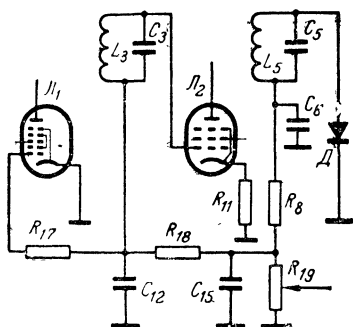

Рис. 21. Схема системы АРУ (диод детекторного каскада показан как детектор).
**Система АРУ** (рис. 21) связана с детектором. Напомним принцип действия ее. Управляющая сетка геттода лампы  $\Lambda_1$  соединена (по постоянному току) со своим катодом через резисторы  $R_{17}$ ,  $R_{18}$  и цепь детектора ( $R_8$ ,  $L_5$  и левый триод лампы  $\Lambda_3$ , включенный диодом), а управляющая сетка лампы  $\Lambda_2$  со своим катодом — через катушку  $L_3$ , резистор  $R_{18}$ , ту же цепь детектора и резистор  $R_{11}$ . При отсутствии сигнала радиостанции тока в цепи детектора нет. При приеме сигналов радиостанции в цепи детектора появляется ток, пульсирующий с частотой сигнала. Постоянная составляющая этого тока создает на нижнем (по схеме) конце резистора  $R_8$  некоторый (небольшой), изменяющийся по величине отрицательный потенциал. Поскольку управляющие сетки первых двух ламп связаны с детекторной цепью, на них, кроме принятого высокочастотного сигнала, из этой цепи подается отрицательный потенциал. Чем сильнее сигналы принимаемой радиостанции, тем значительнее отрицательный потенциал на управляющих сетках ламп, тем, следовательно, меньше усиление. И наоборот, с ослаблением сигнала радиостанции отрицательный потенциал на управляющих сетках ламп уменьшается, а усиление возрастает. Таким образом, усиление высокочастотными каскадами не остается постоянным, а изменяется в зависимости от величины сигналов. В результате даже при сильных замираниях, вызываемых особенностью распространения радиоволн, уровень сигнала на выходе приемника остается примерно одинаковым. Так осуществляется автоматическая регулировка усиления.